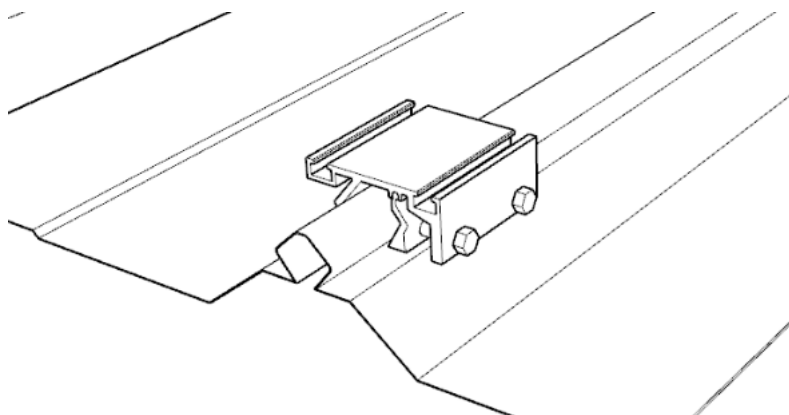

FIGURE 3
② Installer le crochet sur la nervure en diamant en fonction de la position de la ligne d'arrêt, et utiliser le boulon M6 pour verrouiller le crochet pour l'installation (Figure 3), comme indiqué ci-dessous (Figure 4);